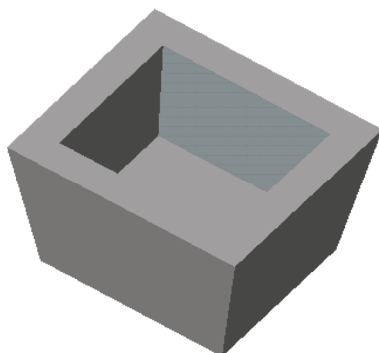

图 6-113 创建中性线拔模特征
STEP 06 单击“完成”按钮, 即可创建中性线拔模特征，效果如图 6-113 所示。